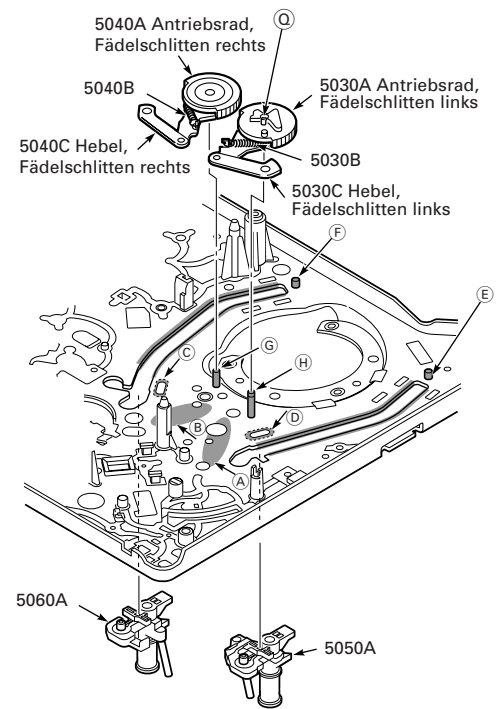
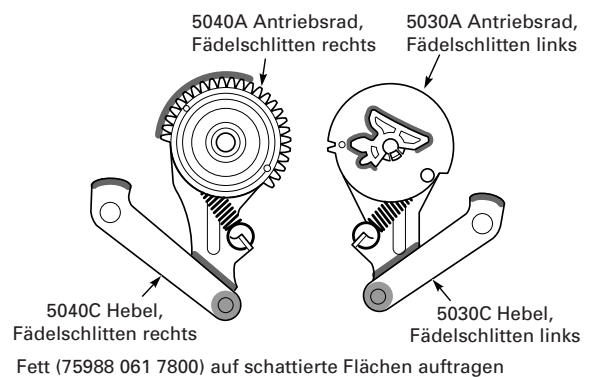

Fig. 8.25
Fig. 8.28
- Rasthaken @ ausrasten und das Fädelschlittenantriebsrad (5030A) und die ausgehängte Fädelschlittenfeder (5030B) abnehmen (Fig. 8.25). Beim Ausbau dieser Teile darauf achten, dass die Fädelschlittenfeder (5030B) nicht abspringt.
- Fädelschlittenantriebsrad (5040A) und die ausgehängte Fädelschlittenfeder (5040B) abnehmen (Fig. 8.25). Beim Ausbau dieser Teile darauf achten, dass die Fädelschlittenfeder (5040B) nicht abspringt.
- Verwenden Sie zum Schmieren der Fädelschlittenmechanik ausschließlich das Schmiermittel **75988 061 7800** und beachten Sie die Schmierhinweise A ... H und grau hinterlegte Flächen in Fig. 8.25 und Fig. 8.28!